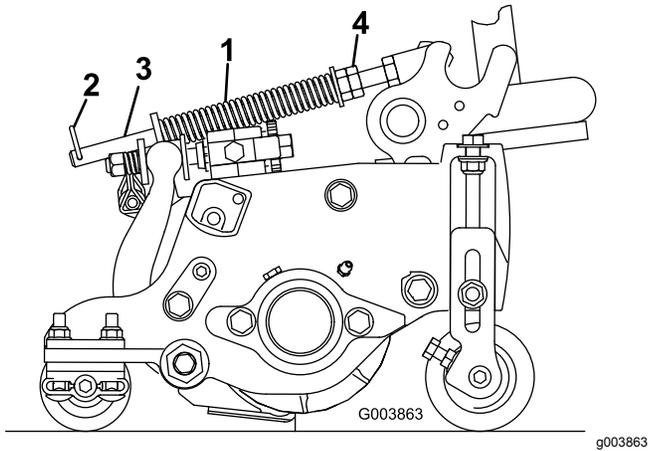

Рисунок 15
Пружина компенсации состояния грунта (Рисунок 15) переносит вес с переднего на задний каток. Это препятствует образованию на грунте волнообразных неровностей (так называемых «волн» или «трясок»).
1. Убедитесь, что игольчатый шплинт вставлен в заднее отверстие штока пружины (Рисунок 15).
2. Затяните шестигранные гайки на переднем конце штока пружины так, чтобы длина сжатой пружины была равна 15,9 см (Рисунок 15).